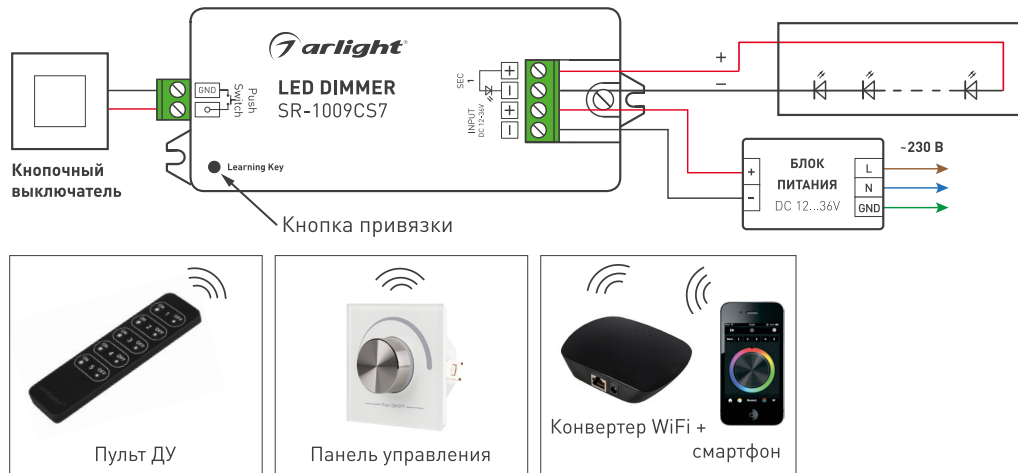

Рисунок 1. Схема подключения диммера.
- 3.3. Подключите светодиоды или другой совместимый светодиодный источник света к выходу SEC диммера, соблюдая полярность (Рис. 1).